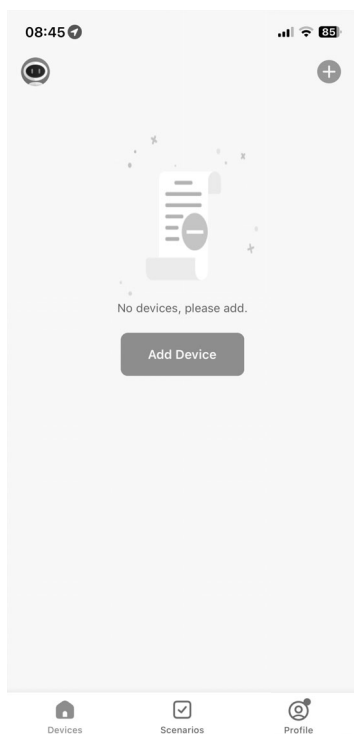

fig. 1
- ▶ Se nell'app **MEDION® Life+** non è ancora stato registrato alcun apparecchio, toccare il pulsante **GERÄT HINZUFÜGEN** (vedere la fig. 1).